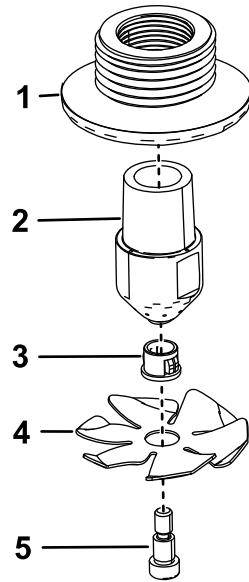

Bild 5
1. Montieren Sie die Düsen, wie in Bild 5 abgebildet.